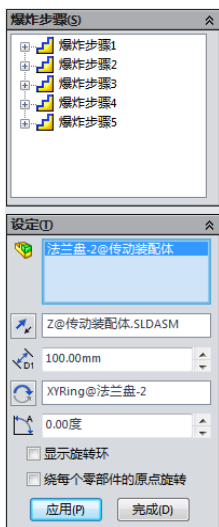
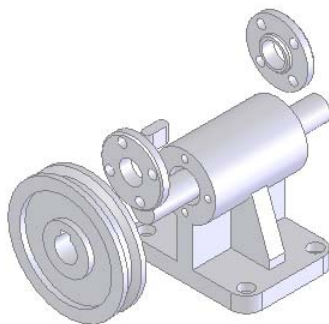

图 7-160 爆炸设置
图 7-161 爆炸后的视图
**10** 生成爆炸步骤。按照图 7-160 所示进行设置后，单击图 7-160 中的“完成”按钮，对“法兰盘 2”零件的爆炸完成，并形成“爆炸步骤 05”，结果如图 7-161 所示。